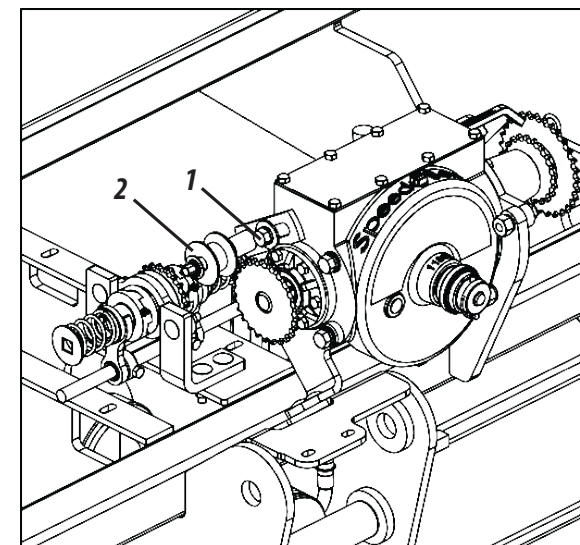

Figura 61
TENSÃO DAS CORRENTES (FIGURA 61)
- 1- Solte o parafuso (1), deslize o esticador (2) até a tensão necessária. Em seguida, reaperte a porca, **conforme mostra a figura 61.**